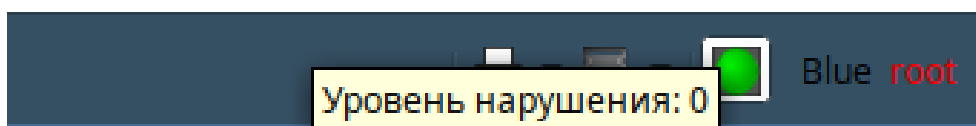

Рис. 18
Чтобы узнать уровень нарушения, необходимо навести курсор на индикатор, при этом во всплывающей подсказке будет отображена информация (рис. 18).
- если уровень нарушения — 0, то цвет индикатора — зеленый (см. рис. 18).